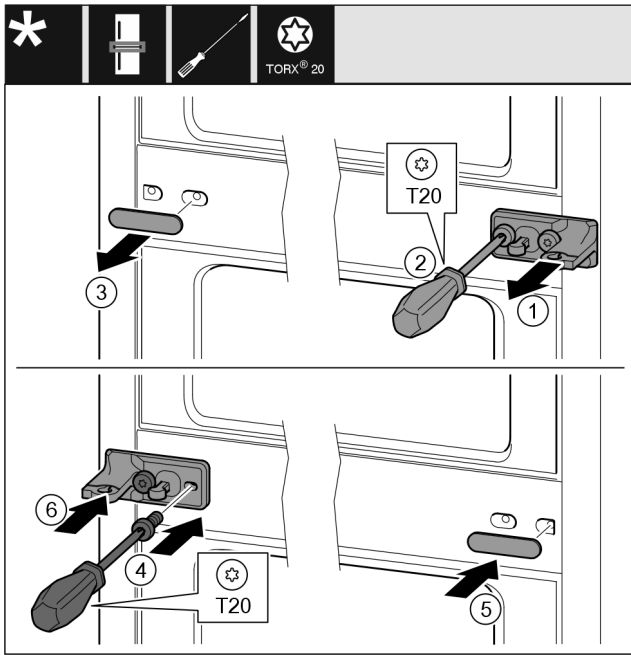

Fig. 13
- Nutraukite poveržlę Fig. 13 (1).
- Atsuktuvu išsukite varžtus Fig. 13 (2).
- Atsargiai nutraukite dengiamąją plokštelę Fig. 13 (3).
- Atraminę gembę su plėvele Fig. 13 (4), pasukę 180°, tvirtai prisukite kitoje pusėje.
- Dengiamąją plokštelę Fig. 13 (5), pasukę 180°, pritvirtinkite kitoje pusėje.
- Užmaukite poveržlę Fig. 13 (6) iš priekio.